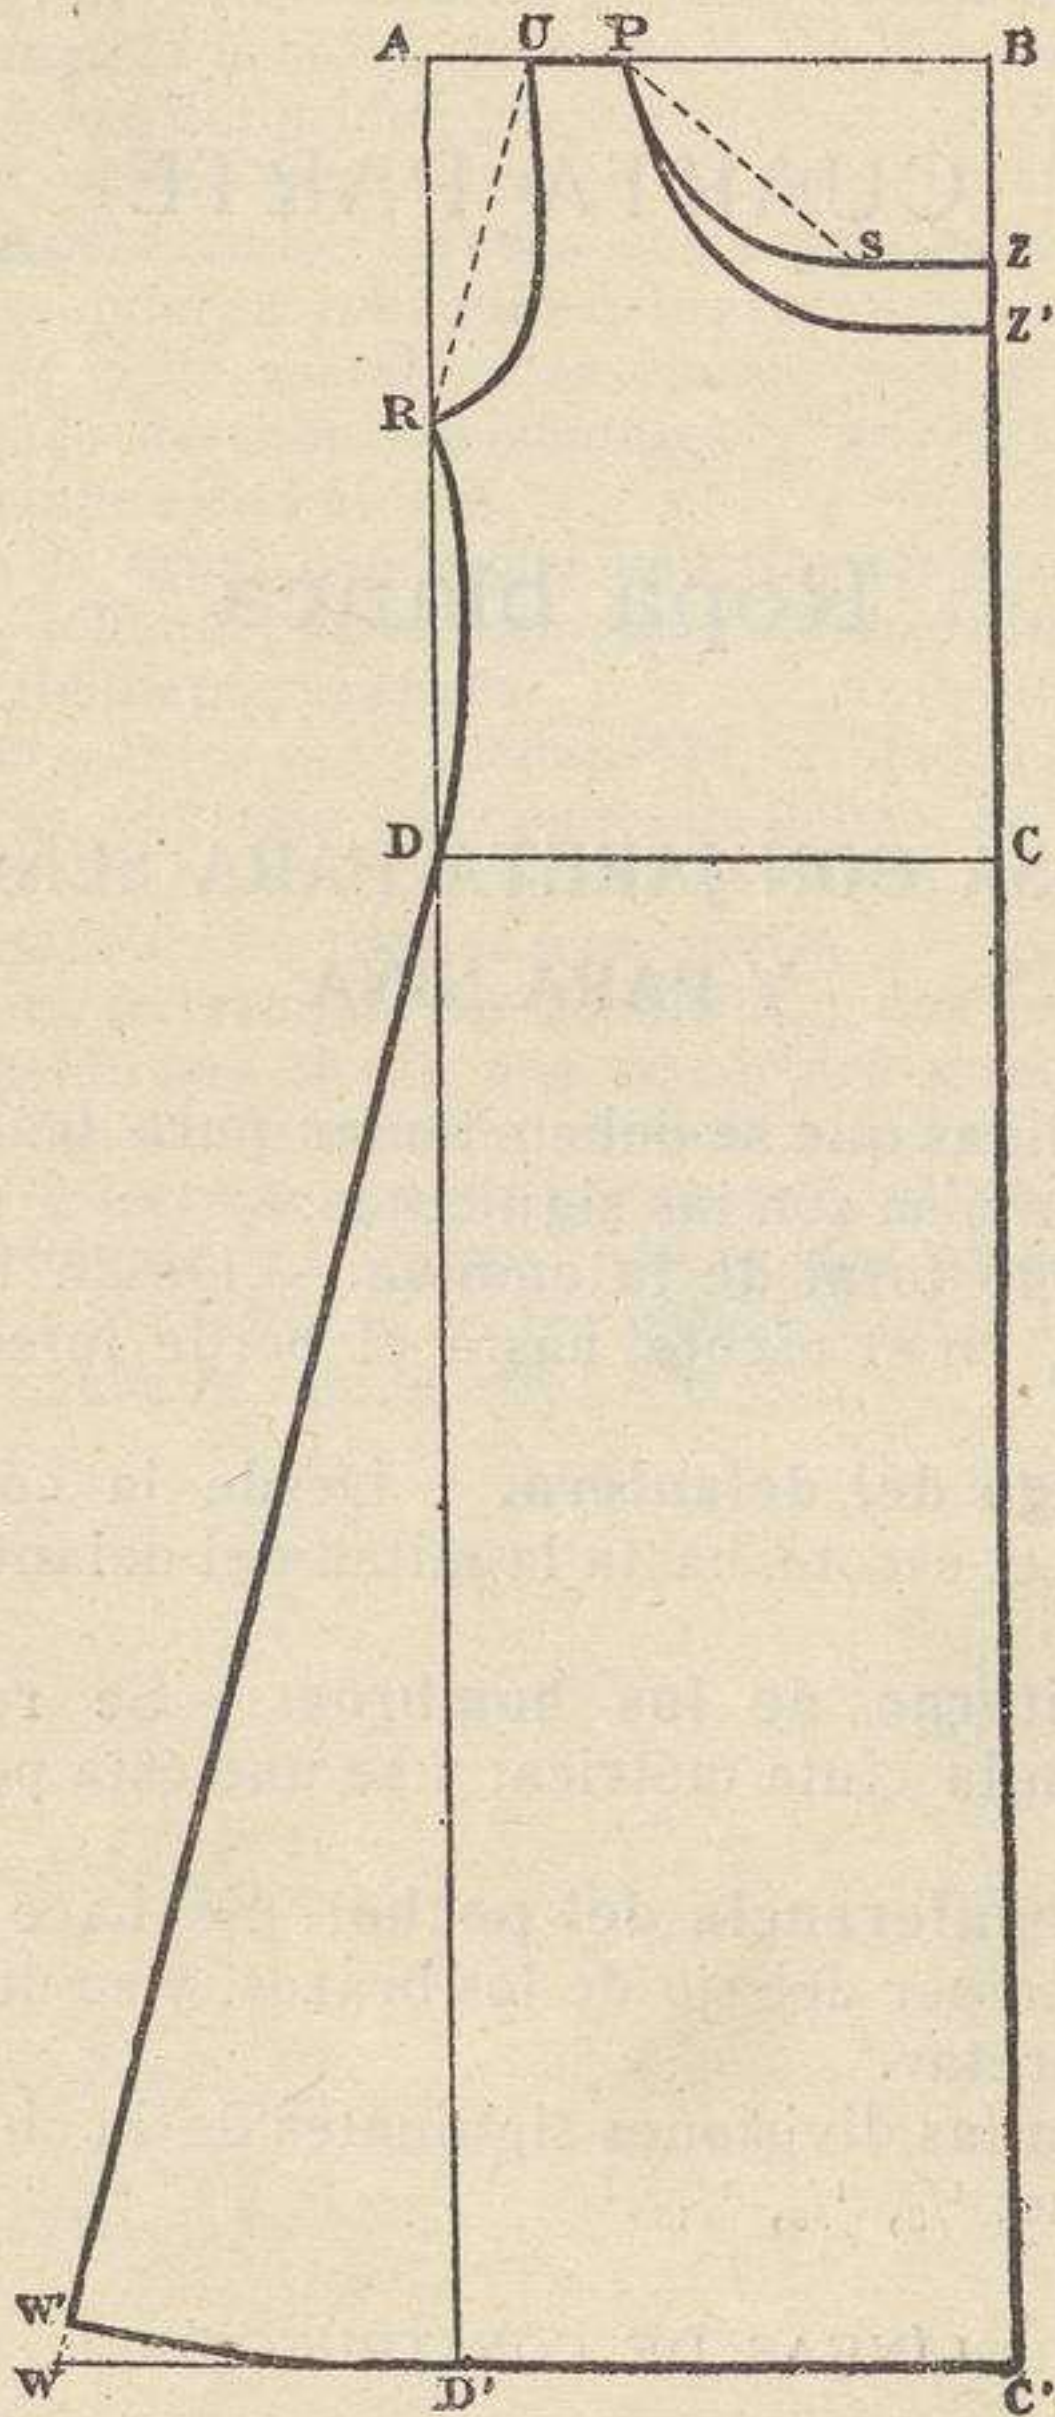

Fig. 94 ( $\frac{1}{10}$  del tamaño real).—Camisa con jareta.
**Rectángulo A B C' D'.** — Se traza un rectángulo A B C' D' (fig. 94) que tenga de longitud el largo total de la camisa, y de ancho la tercera parte de la circunferencia del pecho menos 2 cms.